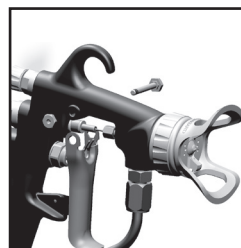

Fig. 25
1. Retirer la gâchette et l'ensemble tuyau de produit. (Voir fig. 25 et 26)